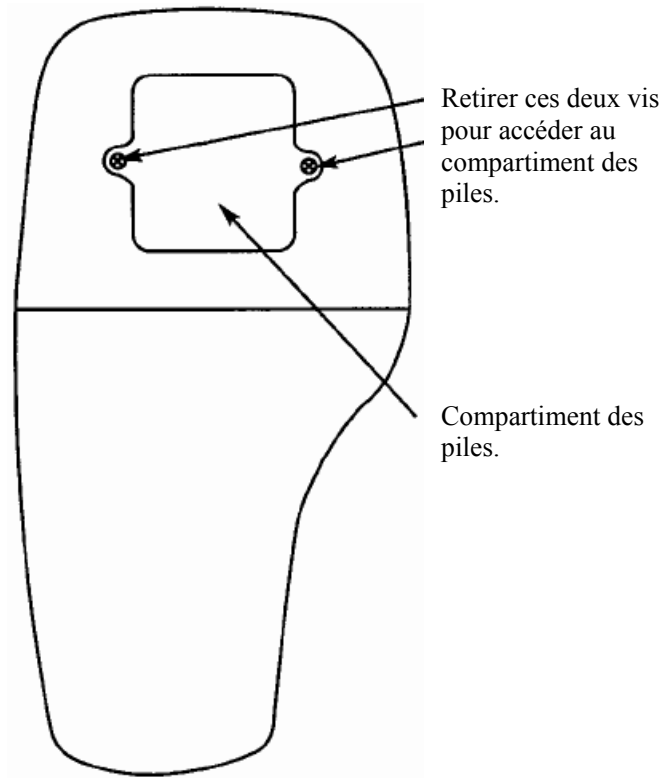

Figure 3 – Panneau arrière de l'appareil montrant le compartiment des piles
1. Utiliser un tournevis cruciforme pour retirer les deux vis maintenant le couvercle des piles. Voir figure 3 ci-dessous.